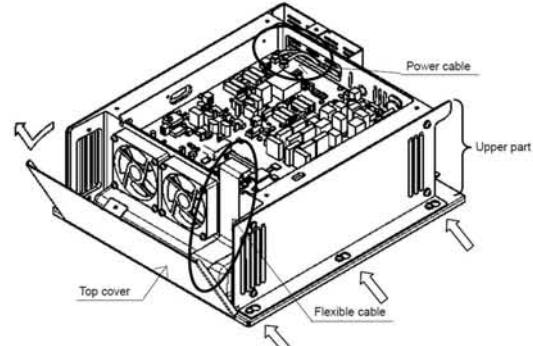

図 2 [Fig.2]
- 2) 天板を取り外します。(図 2)
Remove the top cover. [Fig.2]
次に、電源ケーブル(TB301 と TB302)を端子から外します。(図 2)
Remove the flexible flat cable from the connector (J101), and then remove the power cable from each terminal (TB301 and TB302). [Fig.2]
- 4) 筐体両側の 6 つのビスを緩め、筐体上部を取り外します。(図 2)
Loosen the screws (six places) fixing the both sides of chassis, and then remove the upper part. [Fig.2]